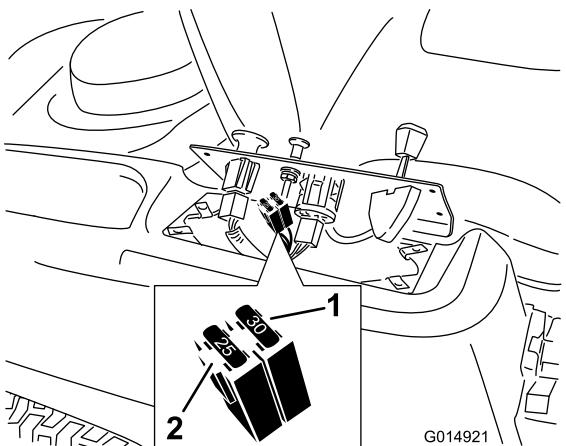

Bild 48
2. Heben Sie das Armaturenbrett an, um an den Hauptkabelbaum und den Sicherungsblock zu gelangen (Bild 48).
- Ziehen Sie die Sicherung zum Wechseln heraus (Bild 48).